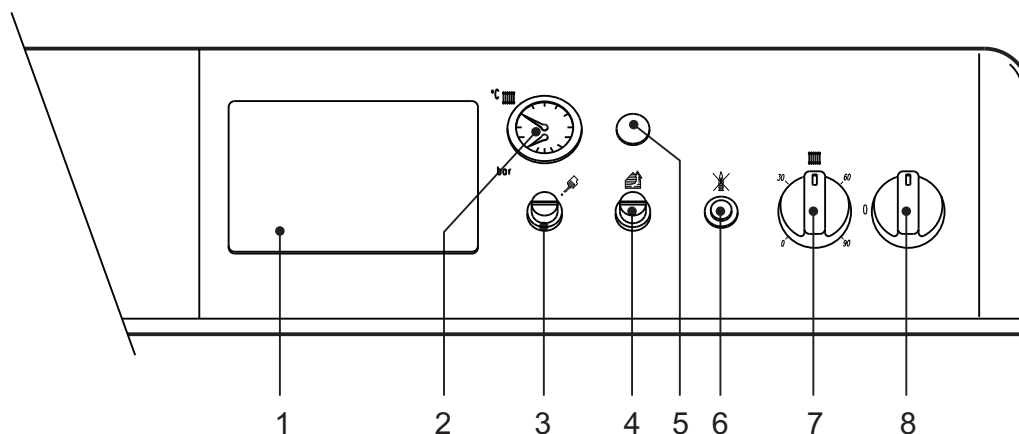

Fig.1
- Posicionar el interruptor "8" sobre la posición 1 (fig. 1).
- En caso de que se dote a la caldera de una centralita electrónica termostática, montada en la posición 1 de la fig. 1, el usuario deberá tener en cuenta también las instrucciones dadas por el fabricante de la misma.
Girando el mando 7 de la fig. 1 en sentido horario la temperatura del agua de calefacción aumenta, en sentido antihorario disminuye. La temperatura puede ser variada de un mínimo de 30° a un máximo de 90°. La temperatura puede regularse entre 30°C y 90°C. Aconsejamos, de todos modos, no hacer funcionar la caldera por debajo de 45°C.
Elegir por medio del termostato ambiente la temperatura deseada en el interior de los locales. Gobernada por el termostato de ambiente, la caldera se enciende y lleva el agua de la instalación a la temperatura elegida en el termostato de regulación de la caldera 7 de la fig. 1. Cuando se alcanza la temperatura deseada en el interior de los locales el generador se apaga.
La presión de llenado, con la instalación fría, leída sobr e el hidrómetro de la caldera part. 2 de la fig. 1, debe ser de alrededor de 1,0 bar . Si durante el funcionamiento la presión de la instalación descendiese (a causa de la evaporación de los gases disueltos en el agua) a valores inferiores del mínimo antes descrito, el usuario deberá, sobr e la llave de llenado, llevando la pr esión sobre la llave, de nuevo, al valor inicial. Al final de la operación cerrar siempre de nuevo la llave de llenado.